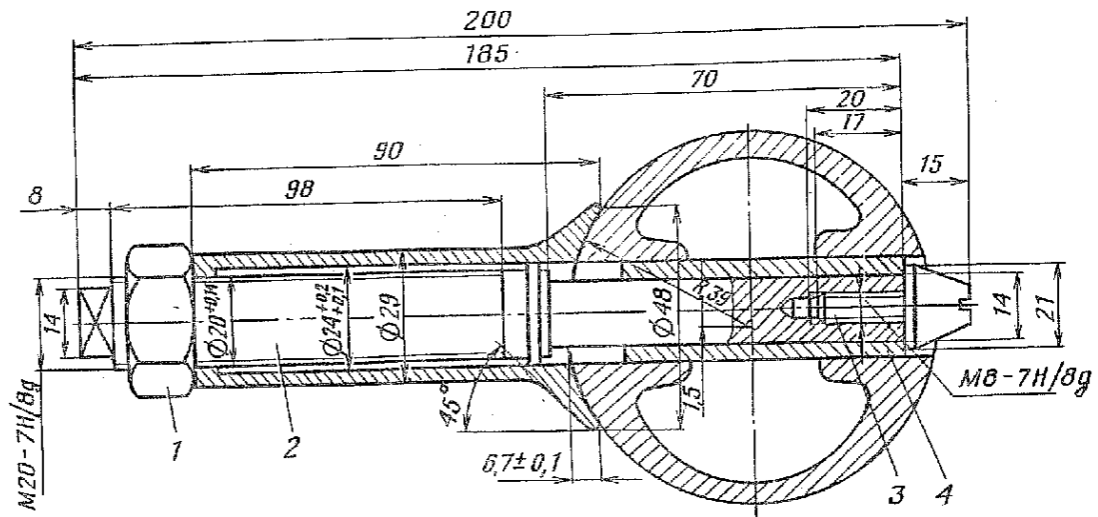

Рис. 9. Приспособление для выпрессовки поршневого пальца:
1.7. Вставить оправку 2 (рис. 9) приспособления для выпрессовки поршневого пальца в отверстие пальца 4 и ввернуть наконечник 3. Навертывая гайку 1 приспособления, выпрессовать поршневой палец и снять поршень (приспособление для выпрессовки поршневого пальца).